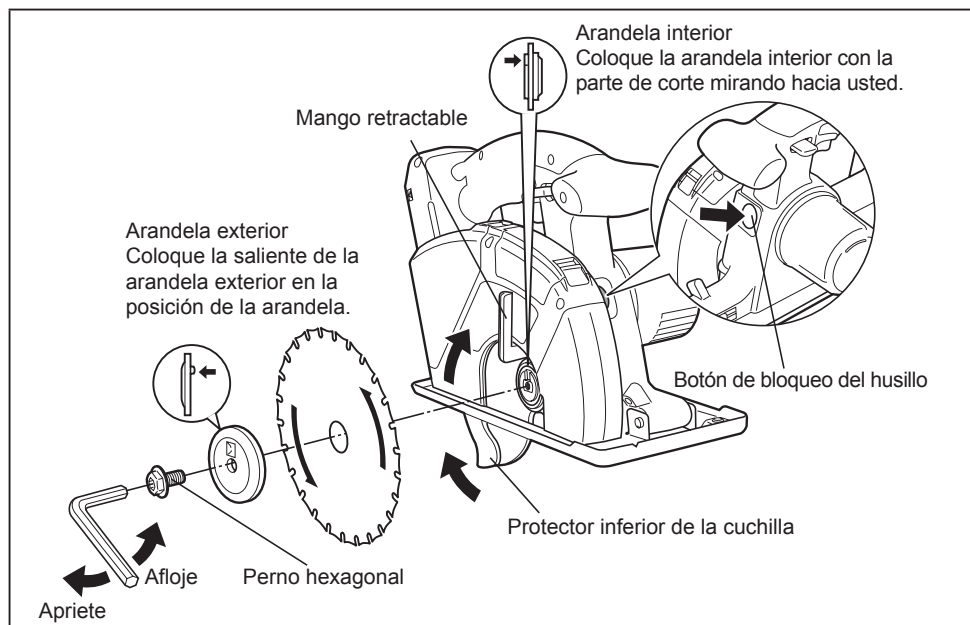

Fig. 6
Cerciórese de que el perno hexagonal esté apretado con seguridad. (Consulte la Fig. 6.)
4. Instale la cuchilla como se indica. (Consulte la Fig. 6.)